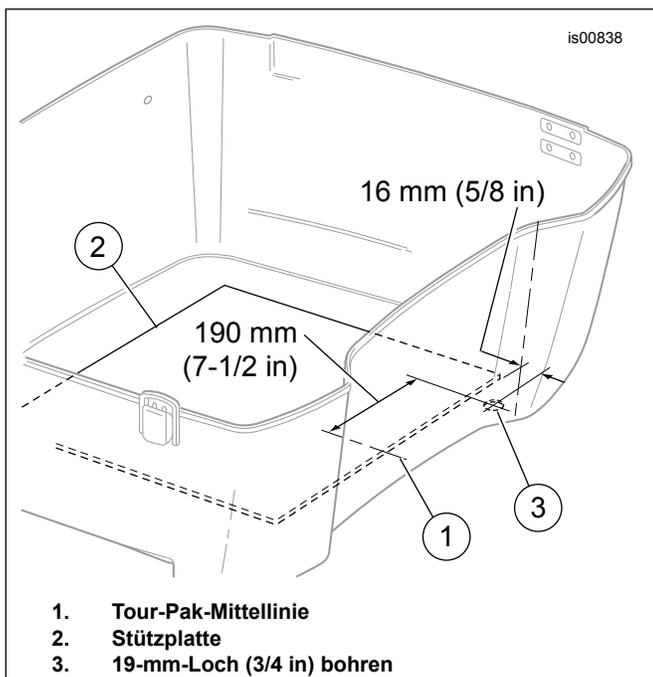

Abbildung 2. Bohrung für AM/FM-Antennenkabel (Tour-Pak Typ 1)
- a. Siehe Abbildung 2. Die Mitte (1) der Stützplatte (2), die den Boden des Tour-Pak bedeckt, ausmessen.